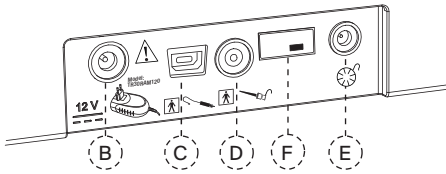

Abb. 3 Hintere Anschlüsse
Über den USB-Anschluss (Abb. 3, F) können Software-Updates installiert bzw. Wartungen durchgeführt werden. Dieser Anschluss darf nur von autorisiertem Servicepersonal verwendet werden und ist durch einen USB-Stecker abgedeckt, der nur vom Servicepersonal entfernt werden darf.
- 3) Stecken Sie das Kabel des Ladegeräts in die Anschlussbuchse (Abb. 3, B) an der Rückseite des Gerätes.
9) Stecken Sie das Fußschalterkabel in die Anschlussbuchse (Abb. 3, E) auf der Rückseite der Steuereinheit.
11) Schließen Sie den Stecker des Lippenclipkabels an die Anschlussbuchse (Abb. 3, C) auf der Rückseite der Steuereinheit an.
13) Schließen Sie den Stecker des Feilenclipkabels an die Anschlussbuchse (Abb. 3, D) auf der Rückseite der Steuereinheit an.